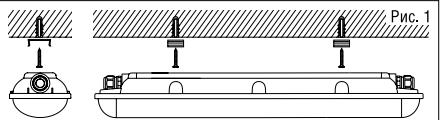

Рис. 1
- Для установки светильника накладным способом монтажа: наметьте место будущей установки светильника и просверлите отверстия, закрепите монтажные скобы, как показано на Рис. 1, установите светильник.